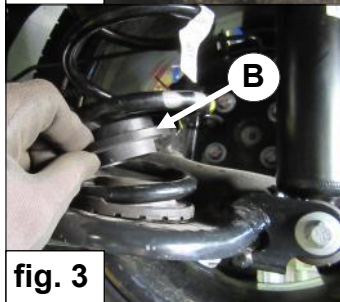

fig. 3
3. Plaats veerschotel B. Breng de hulpveer C met een kantel beweging in de hoofdveer. Zie fig. 3 & 4.
3. Fit spring seat B. Tilt the auxiliary spring C into the main spring. See fig. 3 & 4.
3. Montieren Sie den Federteller B. Drehen Sie der Hilfsfeder C in der originale Hauptfeder. Siehe Abb. 3 & 4.
3. Placez la coupelle **B**. Introduisez le ressort auxiliaire **C** avec un mouvement de basculement dans le ressort principal. Voir fig. 3 & 4.